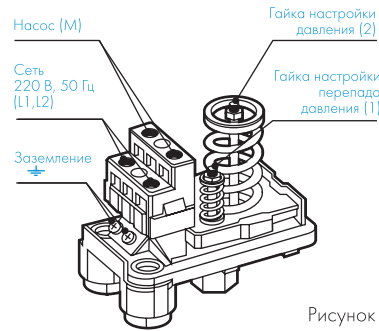

Рисунок 2.
следующим образом (см. рисунок 2):
Регулировка давления РДМ-5 осуществляется гайкой (2), фиксирующей положение пружины (см. рис. 2).